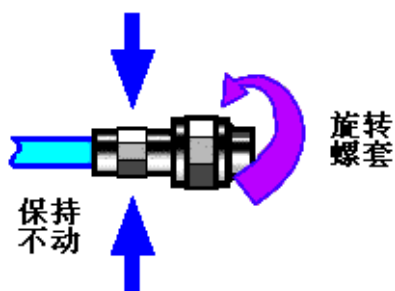

图 3-5 连接方法
**步骤 2.** 如图 3-5，将两个连接器平直地移到一起，使它们能平滑接合，旋转连接器的螺套（注意不是旋转连接器本身）直至拧紧，连接过程中连接器间不能有相对